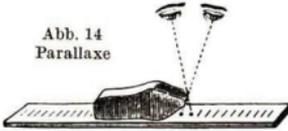

Abb. 14
1. Miß die Dicke eines Bleistifts! Du mußt dabei senkrecht auf den Maßstab sehen, sonst machst du einen Fehler, den der Physiker **Parallaxe** heißt. Erkläre dieses an Abb. 14!